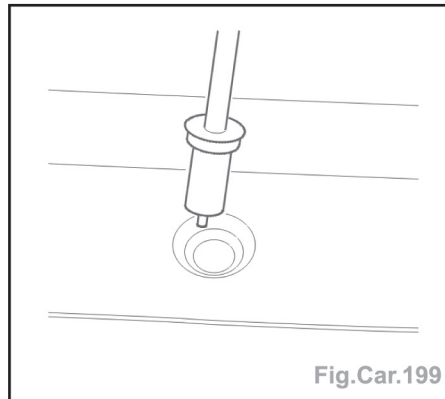

Fig.Car.199
- Enduire le rivet de colle d'étanchéité A4 (Fig.Car.199).